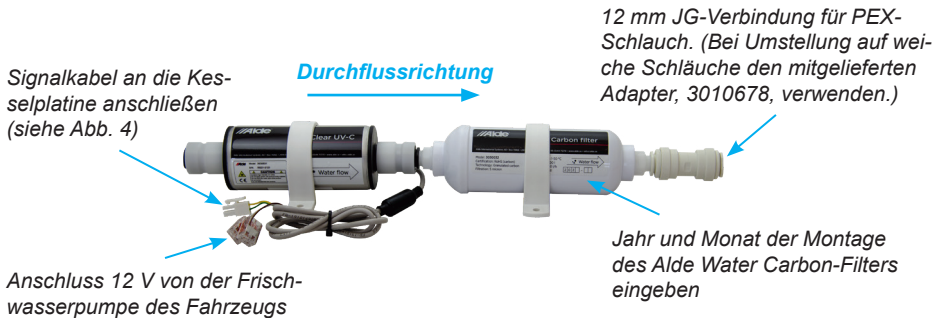

Abb. 3
2. Montieren Sie Alde AquaClear UV-C (Abb. 1, A) mit dem Alde Water Carbon-Filter (Abb. 1, B). Bitte beachten Sie, dass Alde AquaClear UV-C in Strömungsrichtung vor dem Alde Water Carbon-Filter platziert werden sollte. (Siehe Abb. 3.)